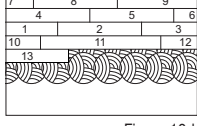

Figura 10d
- Asegúrese de no esparcir el adhesivo mucho más adelante del área en la que esté trabajando (Figura 10d).